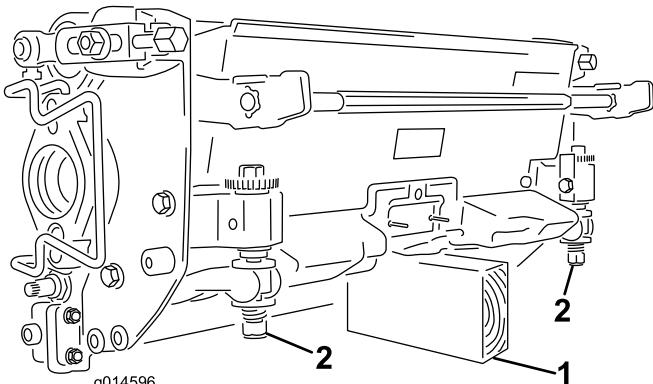

図 10
**重要** カッティングユニットを傾けてベッドナイフとリールが見えるようにする際には、ベッドバー調整ネジが床や作業台に押し付けされることのないよう、カッティングユニット後部に支えを入れて浮かせてください（図 10）。